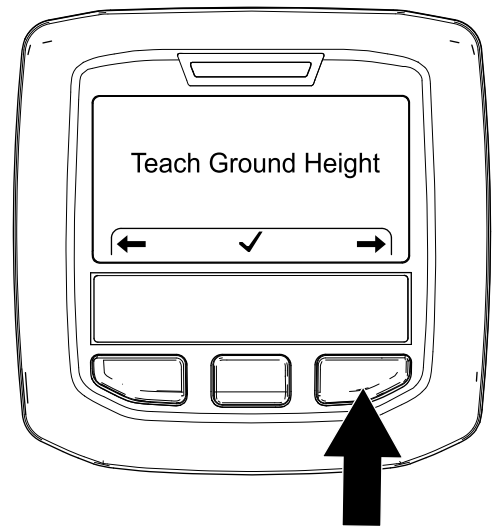

Figura 46
2. Pulse el botón derecho del InfoCenter dos veces para mostrar la pantalla Calibrating the Tine Ground Height (Calibración de la altura de los taladros con respecto al suelo) (Figura 46).